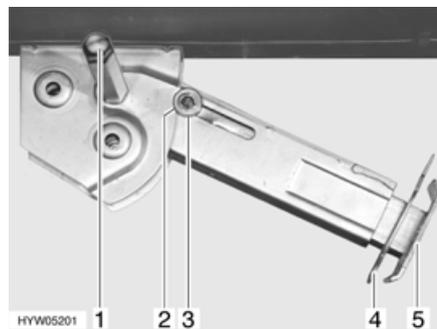

Bild 48 Hubstütze
- Am Sechskant (Bild 48,1) den Steckschlüssel aufstecken und drehen, bis die Hubstütze senkrecht nach unten steht.
- Splint (Bild 48,4) aus der Stützfußverlängerung (Bild 48,5) herausziehen.
- Am Sechskant (Bild 48,1) den Steckschlüssel aufstecken und drehen, bis die Hubstütze wieder vom Boden frei ist.
- Stützfußverlängerung (Bild 48,5) ganz einschieben und Splint (Bild 48,4) in die vorgesehene Bohrung an der Stützfußverlängerung stecken.
- Mit Steckschlüssel am Sechskant (Bild 48,1) drehen, bis Hubstütze nach oben geschwenkt und die Führungsscheibe (Bild 48,3) vollständig in die Kerbe (Bild 48,2) eingefahren ist.